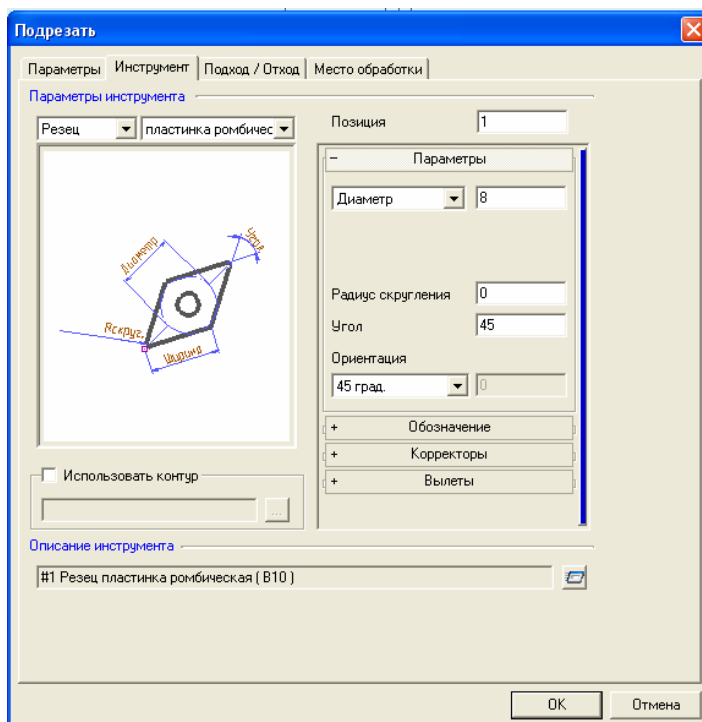

Рисунок 7 – Окно вода параметров инструмента
- выберите закладку «Инструмент» (рисунок 7);